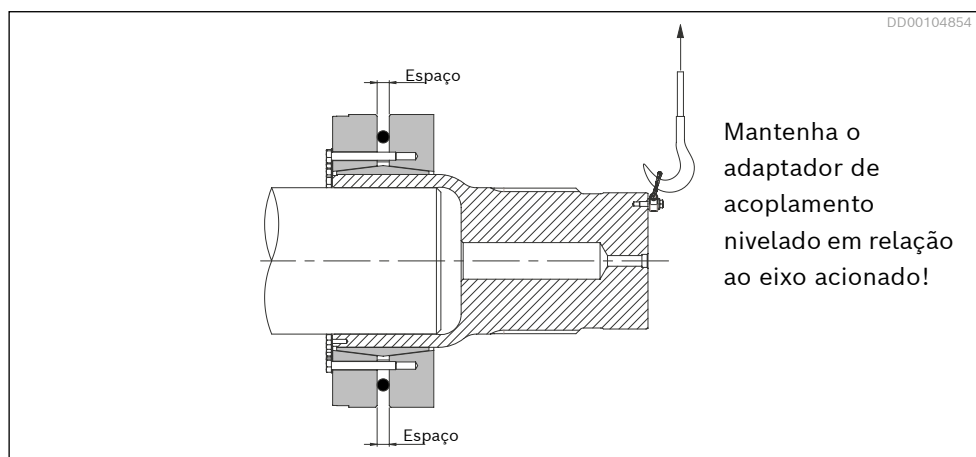

Fig. 38: Espaço entre os anéis de fixação
2. A fim de evitar o desalinhamento dos dois anéis de fixação durante o aperto dos parafusos, a folga entre os anéis deverá ser medida em vários pontos durante o processo, consulte a *Fig. 38*. A diferença entre as folgas medidas não deverá nunca variar mais do que 1 mm (0,04 pol.) durante qualquer estágio do processo de aperto.